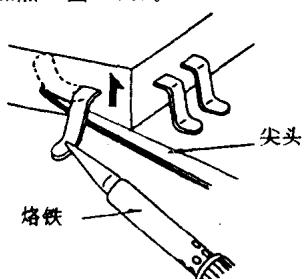

图 G11
(2) 用一根尖头或者无焊锡的线(铁丝)向上一个一个拔起扁平集成电路块的各个脚,同时用一个细头烙铁或热风机给各个脚加热(图G11)。